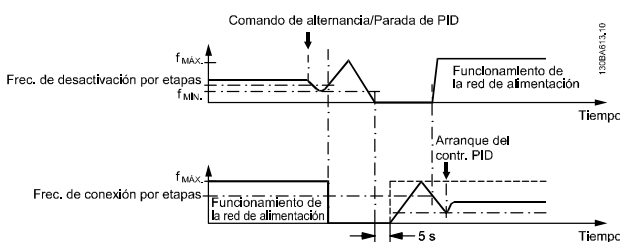
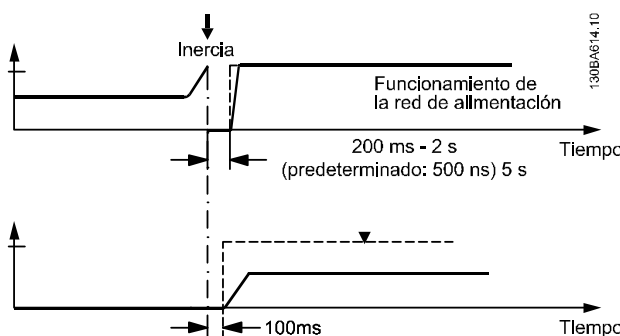

Ilustración 3.85 Configuración lenta
Ilustración 3.86 Configuración rápida
Ilustración 3.85 y *Ilustración 3.86* muestran la alternancia con ambas configuraciones, Rápida y Lenta.
0.5 s* [par. 25-58 - 5 s]	Este parámetro solo está activo si la opción seleccionada en parámetro 25-50 Alternancia bomba principal es diferente de [0] No. Este parámetro ajusta el tiempo entre la parada de la antigua bomba de velocidad variable y el arranque de dicha bomba como bomba de velocidad fija. Consulte Ilustración 3.85 para obtener una descripción de la conexión y de la alternancia.